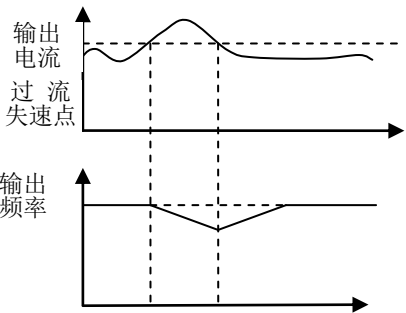

图 6-35 恒速运行中过流失速控制
- 变频器在运转过程中，当输出电流超过变频器过流失速值时，变频器就降低输出频率，以避免电机失速；当输出电流低于变频器过流失速值一定值时，变频器才新加速至设定频率。如图 6-35 所示。